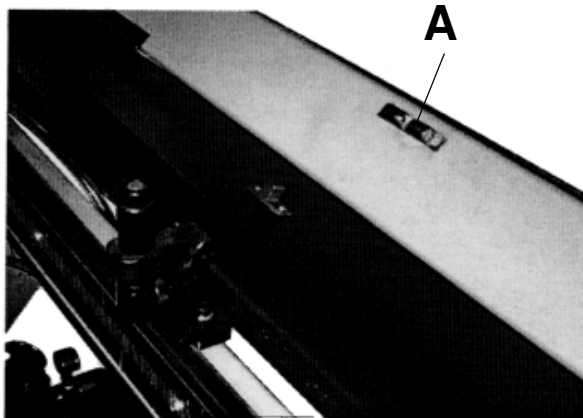

Fig. 7
- Die Bandabdeckungen öffnen bis diese am Rückhalter einrasten (A Fig. 7). Sägespäne entfernen. Die Sägebandabdeckung und Bandreinigungsbürste entfernen.
- Den Klemmhebel (B Fig.7) lösen und den Bandführungsarm ganz nach rechts stellen.